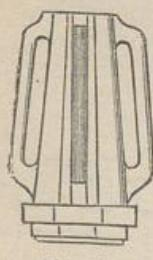

Abb. 182.
1. Die Handramme (Abb. 182). Bei dieser wird der Rammklotz an den daran befestigten Handhaben von den Arbeitern gefaßt, 0,6 bis 0,9 m gehoben und auf den einzutreibenden Pfahl gestoßen; sie hat ein Gewicht von 50 bis 60 kg. Mit ihr können Pfähle von 20 cm Durchmesser 1,5 bis 2,0 m eingetrieben werden. Der Rammklotz ist bisweilen in der Mitte durchbohrt zur Aufnahme einer Führungsstange, die in den Pfahlkopf eingeschraubt wird.